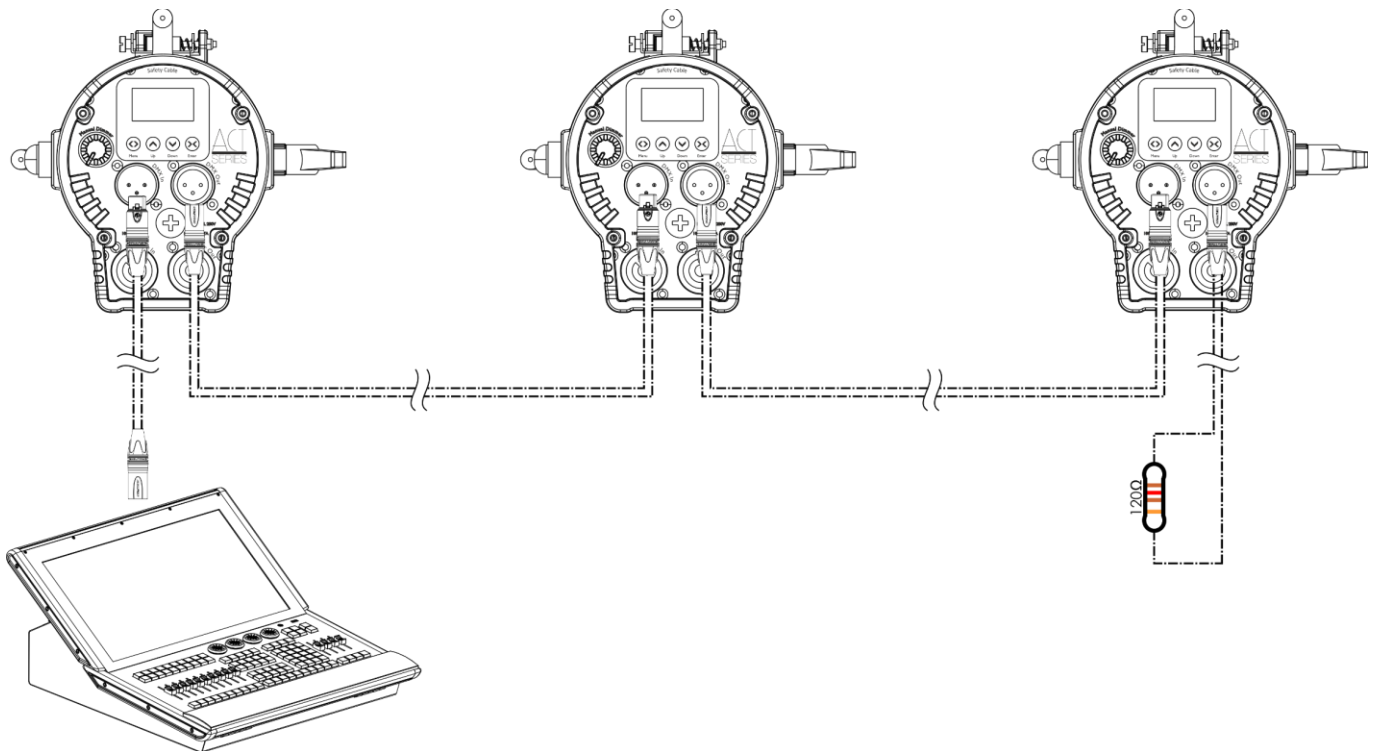

Fig. 18
- 04) Collegare le unità come illustrato nella Fig. 18. Collegare un controller luci alla presa DMX "ingresso" della prima unità, utilizzando un cavo DMX. Collegare la presa "out" della prima unità con la presa "ingresso" della seconda unità, utilizzando un cavo DMX. Ripetere questa procedura per collegare le altre unità.